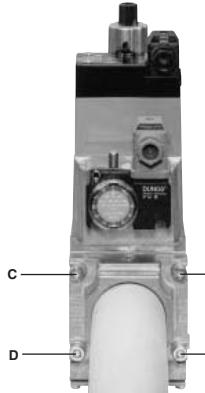

Рис. 4
- 1.Расслабить винты А и В, но **не снимать** их (Рис. 4 и Рис. 5)
2. Отвинтить винты С и D (Рис. 4 и Рис. 5)